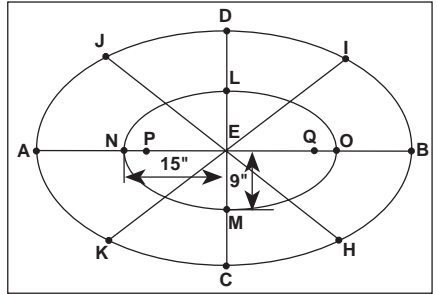

Fig. 4
- Encuentre los puntos medios H, I, J y K de cada cuarto de elipse usando un compás de puntas secas. Busque los puntos L, M, N y O en la mitad de las líneas ED, EC, EA y EB. Use el largo de la línea EO para marcar los puntos P y Q midiendo desde O y trace una elipse pequeña (Fig. 4).